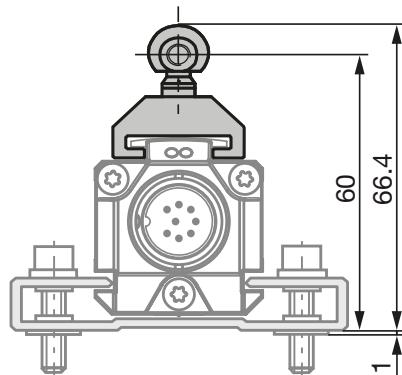
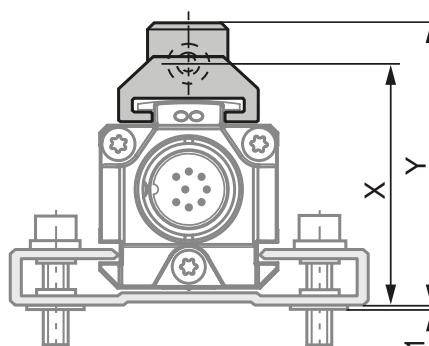
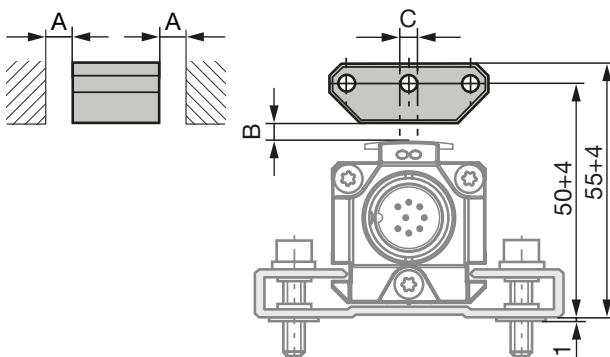
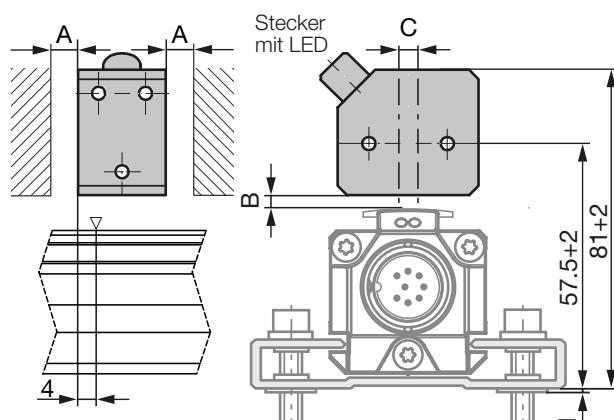

Bild 4-1: Maße und Abstände mit Positionsgeber BTL5-F-2814-1S
Bild 4-3: Maße und Abstände mit Positionsgeber BTL5-M/N-2814-1S
Bild 4-4: Maße und Abstände mit Positionsgeber BTL5-P-3800-2
Bild 4-8: Maße und Abstände mit Positionsgeber BTL5-P-4500-1 mit elektrischer Magnetfeld-Erzeugung (24 V/100 mA)
- i** Der Wegaufnehmer in Profilbauweise eignet sich sowohl für freie, d. h. berührungslos arbeitende Positionsgeber (siehe Bild 4-4 bis Bild 4-8) als auch für geführte Positionsgeber (siehe Bild 4-1 bis Bild 4-3).
- Der Abstand A zwischen Positionsgeber und Teilen, die aus magnetisierbarem Material bestehen, muss mindestens 10 mm betragen (siehe Bild 4-4 bis Bild 4-8).
- Für den Abstand B zwischen Positionsgeber und Wegaufnehmer und für den Mittenversatz C (siehe Bild 4-4 bis Bild 4-8) sind folgende Werte einzuhalten:
Der Messbereich ist um 4 mm in Richtung des Wegaufnehmersteckers versetzt (siehe Bild 4-8).